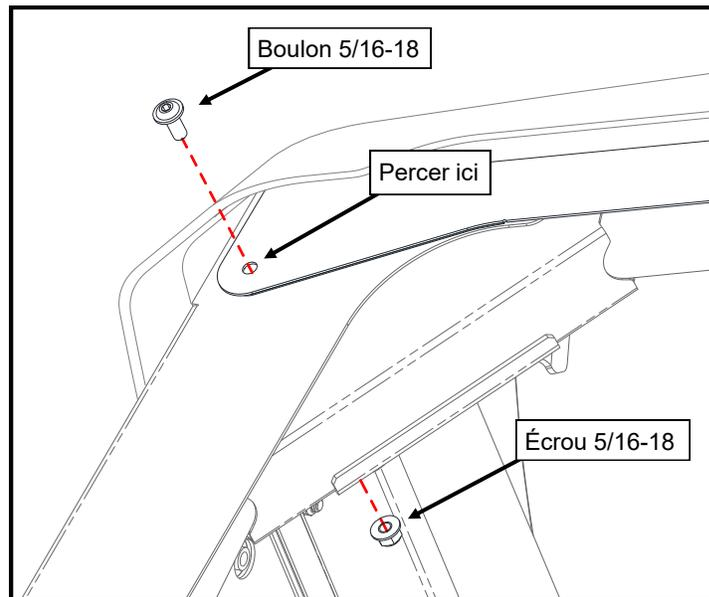

Figure 17.1 : Longerons latéraux avant
17.1 Appuyer l'avant du longeron contre le haut et le côté du cadre du pare-brise et percer un trou de 11/32 po à travers le cadre du pare-brise, en utilisant le trou du longeron comme guide (voir Figure 17.1).